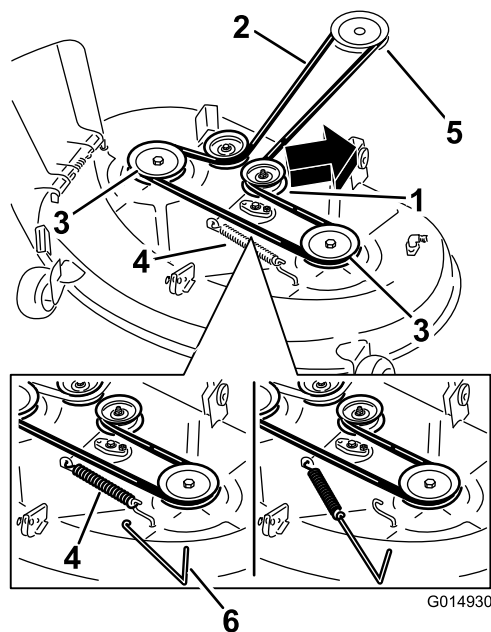
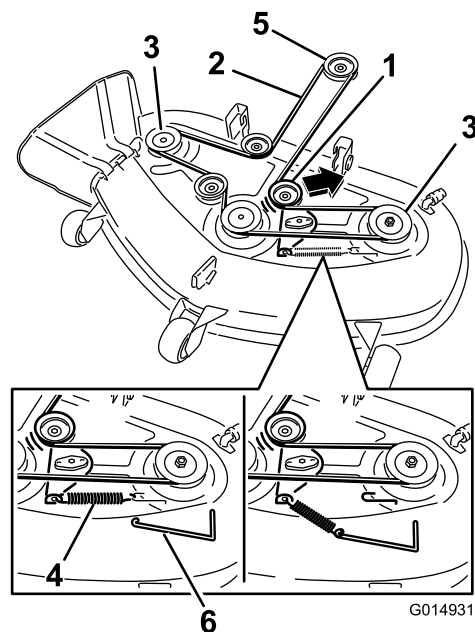

Figure 69
Figure 70
4. À l'aide d'un outil de dépose de ressort (réf. Toro 92-5771), décrochez le ressort du crochet sur le plateau pour éliminer la tension sur la poulie de tension et déchaussez la courroie des poulies (Figure 69 et Figure 70).
5. Acheminez la courroie neuve autour des poulies du moteur et du plateau de coupe (Figure 70).
6. À l'aide d'un outil de dépose de ressort (réf. Toro 92-5771), accrochez le ressort à l'ergot sur le plateau pour tendre la poulie de tension et la courroie de plateau de coupe (Figure 69 et Figure 70).